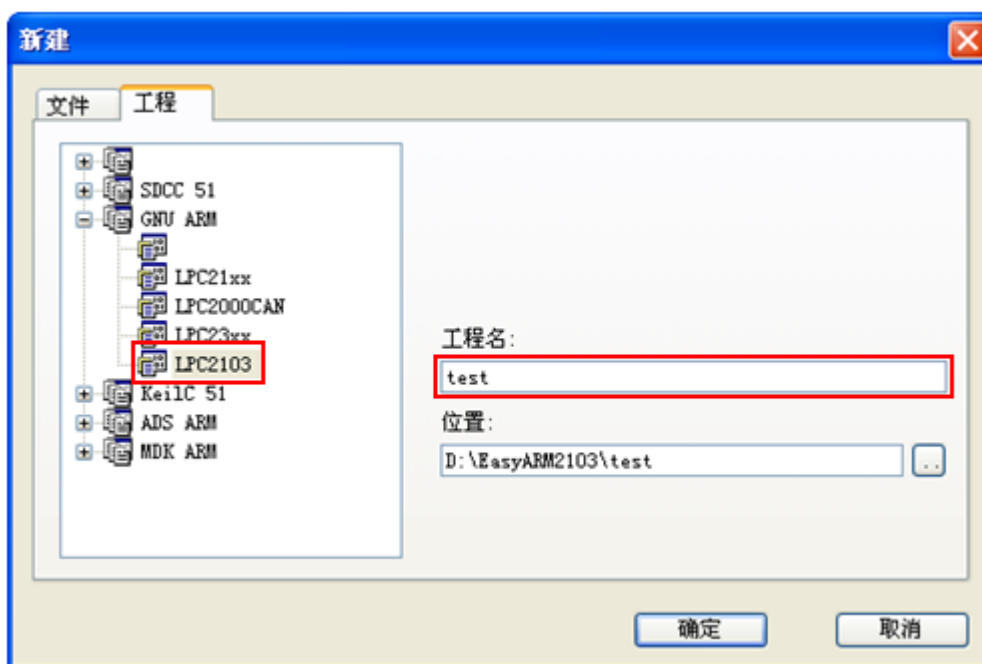

图 3.1 新建工程
1. 启动 TKStudio 集成开发环境，选择【工程】->【从工程模板新建工程】，将弹出工程模板选择对话框。在对话框【工程】页中，展开“GNU ARM”节点，选择“LPC2103”工程模板，输入工程名为“Test”，选择工程存放路径，然后点击【确定】按钮，如图 3.1 所示。